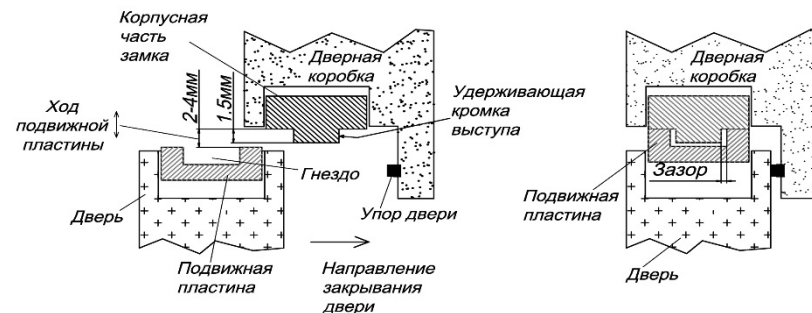

Рис.7
5.6 В закрытом положении двери между рабочими кромками удерживающего выступа на корпусе и гнезда якоря должен сохраняться гарантированный ЗАЗОР. При этом подвижная пластина якоря не должна защемляться из-за влияния уплотнения двери, деформации дверного полотна, неточной навески петель и других факторов создающих «отдачу» двери при закрывании (Рис.7).